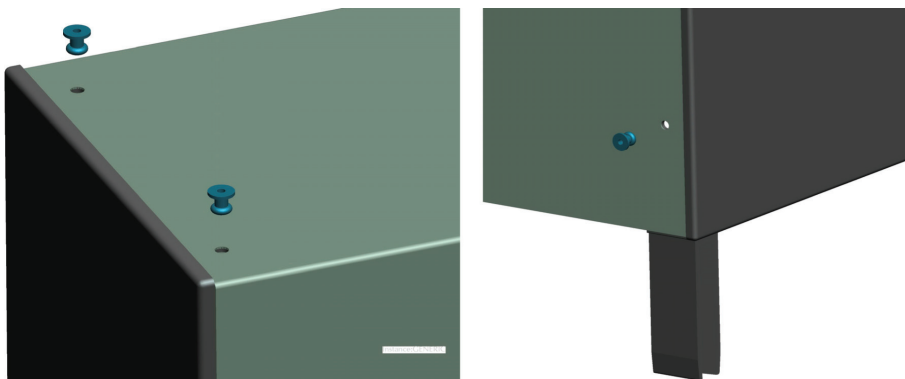

Рис. 9. Сборка верхней крышки короба
1.1. собрать панель короба с крышками боковыми (рис. 9). Для этого: